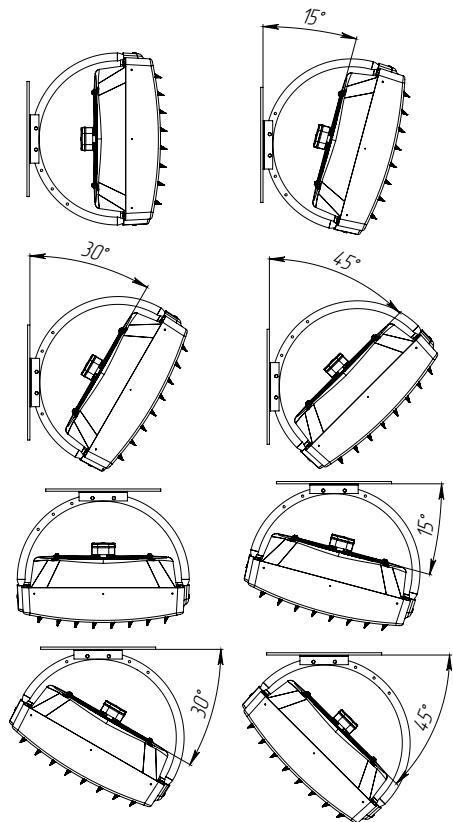

Рис.12
7.13 Варианты установки тепловентилятора на кронштейне (рисунок 12). Прибор в кронштейне может монтироваться под углами: 0°, 15°, 30°, 45° к вертикальной плоскости.